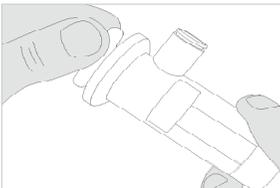

Abbildung 9
3. Entfernen Sie die weiße Kappe auf der Rückseite des Phasitron®, indem Sie sie gegen den Uhrzeigersinn abschrauben. **(Abb. 9, 9a)**